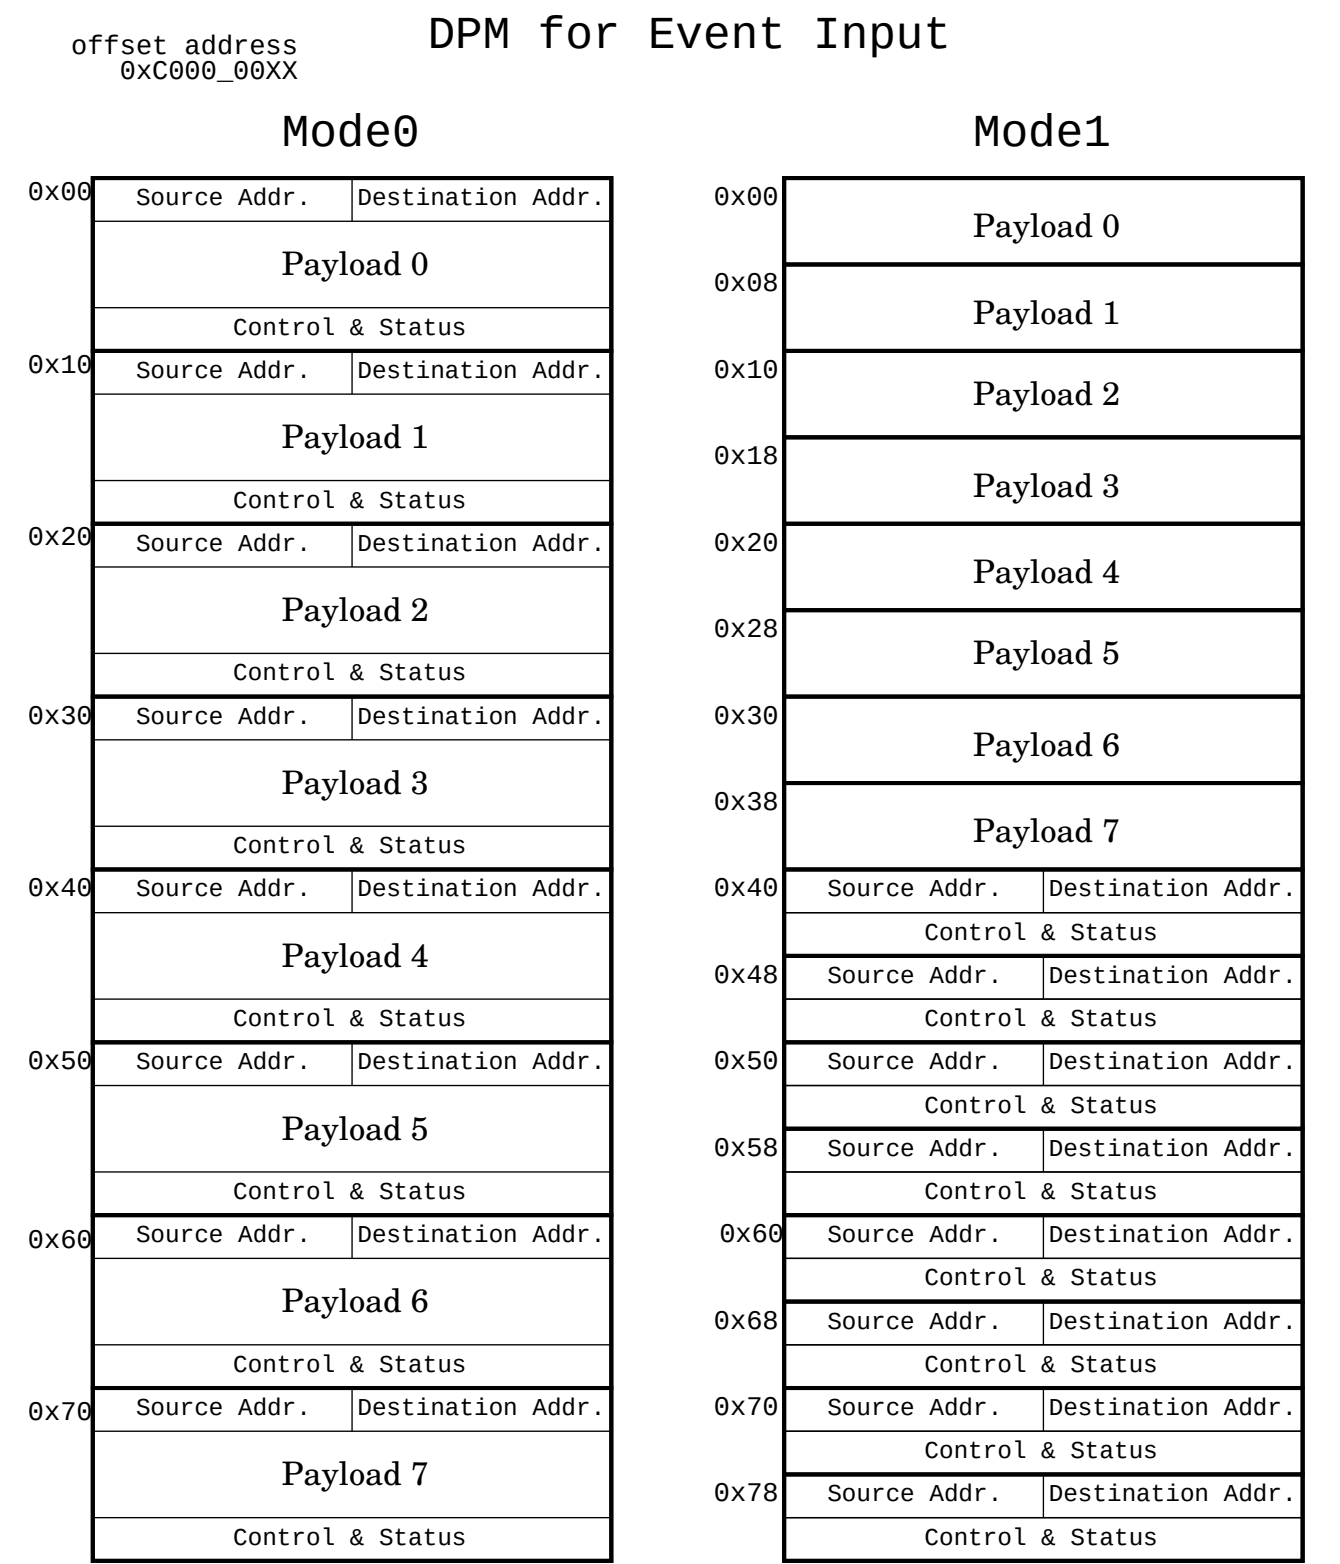
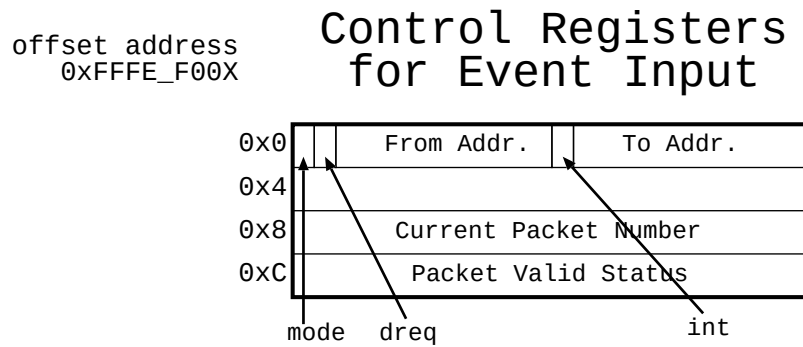

图 22.11: DPM for Event Input
図 22.12: Event in control register
図 22.11 にイベントリンク入力用 DPM の構成を示す。Event in control register（図 22.12 参照）に対して、開始アドレス From_Addr (byte address ではなく word address) と終了アドレス To_Addr (word address) を設定することにより、複数パケットを一度に受信できる。From_Addr と To_Addr は人間に分かりやすいようにこのような名前を付けられているが、実際には全く同じ機能のレジスタが二つ用意されている。From_Addr, To_Addr 共に、設定された word address - 1 のアドレスに DPM の *Responsive Link* 側からデータが書かれた瞬間に、DPM からプロセッサバス側に対して出力 (DMA 転送) を開始する (dreq bit が設定されている場合)。int bit の割り込みを利用して、ソフトウェアで受信することもできる。
DPM の制御レジスタ（図 22.12 参照）に以下を設定することで、受信の制御を行う。
- Mode1: mode bit に 1 を設定。ヘッダとペイロードを図 22.11 のように分離して受信。
Current Packet Number (r) 現在送信されているパケット番号（図 22.11 の payload 番号に相当）を示す